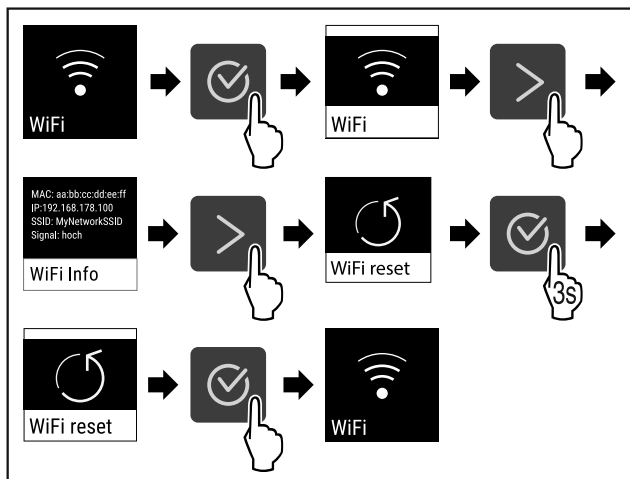

Fig. 88
- ▶ Obavite korake postupka (pogledajte Fig. 88) .